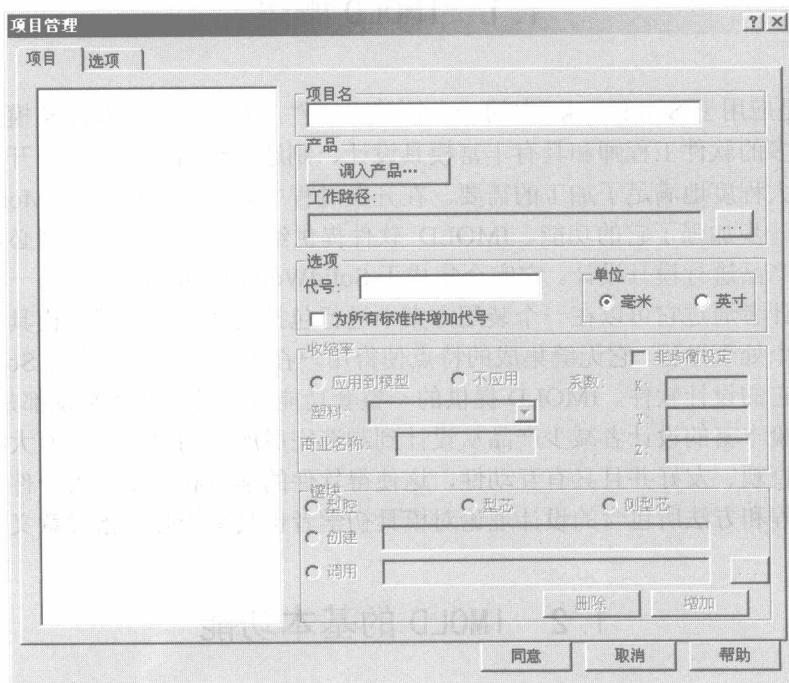

图 1-2 “项目管理”对话框
(2) 项目管理：在 IMOLD 工具栏中单击 (项目管理) 按钮，弹出下拉菜单。单击“新项目”命令，弹出“项目管理”对话框，如图 1-2 所示。